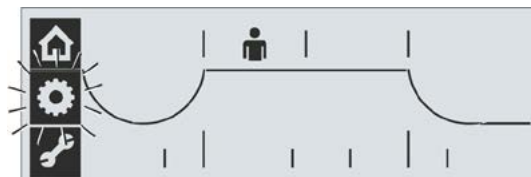

Fig. 1: Selecionar menu Posições finais
1. Selecionar o menu 'Posições finais': Girar o controle de drive até que as bordas do símbolo da coroa dentada pisque (Fig. 1). O símbolo da coroa dentada será mostrado de forma inversa.